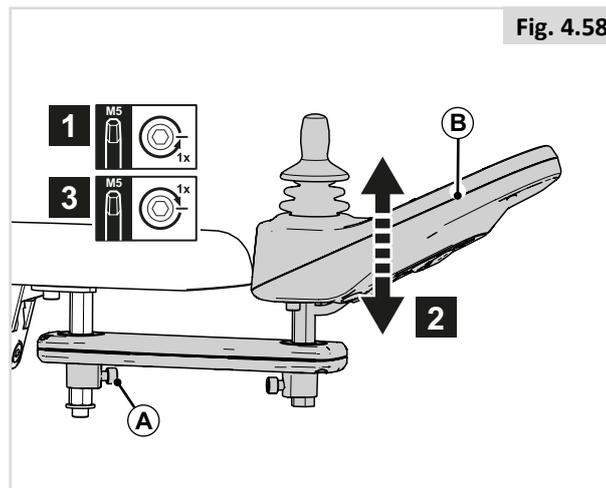
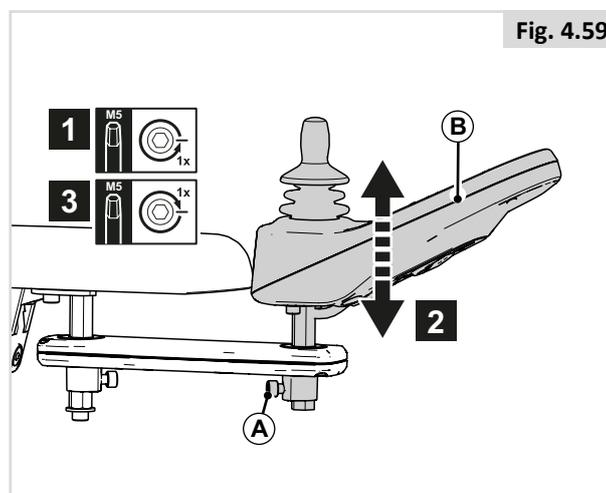

Fig. 4.58
Fig. 4.59
1. Lockern Sie (A) um eine Umdrehung.
2. Bringen Sie (B) in die gewünschte Position.
3. (A) festziehen.
### Höhe der Steuerung (1) (Fig. 4.58)
### Höhe der Steuerung (2) (Fig. 4.59)
1. Lockern Sie (C) um eine Umdrehung.
2. Bringen Sie (D) in die gewünschte Position.
3. (C) festziehen.